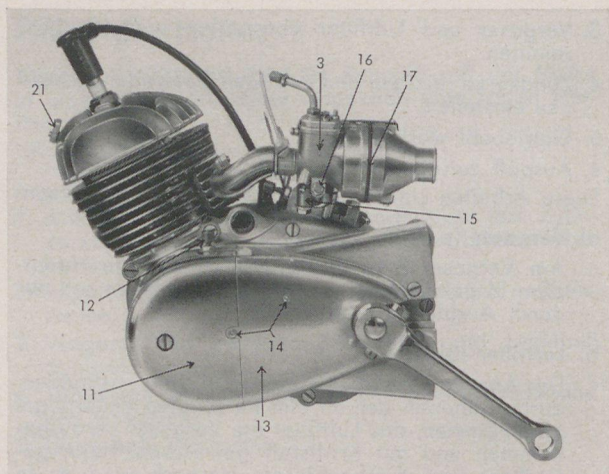

Bild 2
a) **Vergaser** (s. Bild 2)
c) **Die Kupplung** (s. Bild 2)
d) **Leerlauf** (s. Bild 2)